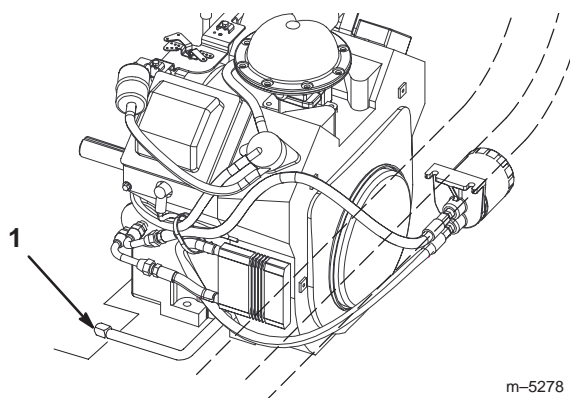

Bild 59
3. Stellen Sie ein Auffanggefäß unter die Verschlusschraube. Entfernen Sie die Verschlusschraube (Bild 59).